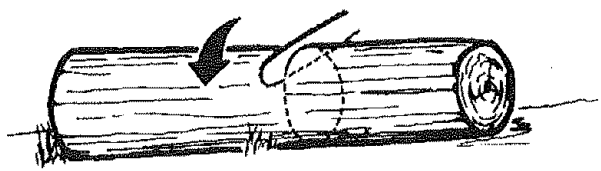

Fig. 17
1. Tronco soportado por toda su longitud: Corte desde arriba, teniendo cuidado de no cortar el suelo (Fig. 17).